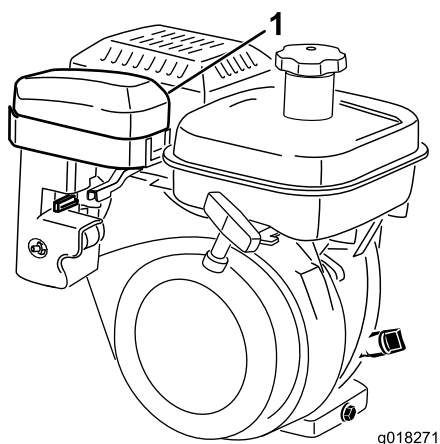
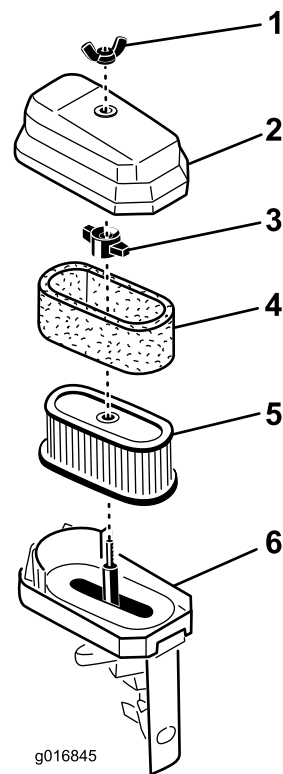

Figura 36
Figura 37
3. Limpie la tapa (Figura 36 y Figura 37).
4. Si el elemento de espuma está sucio, retírelo del elemento de papel (Figura 37). Límpielo como se indica a continuación.